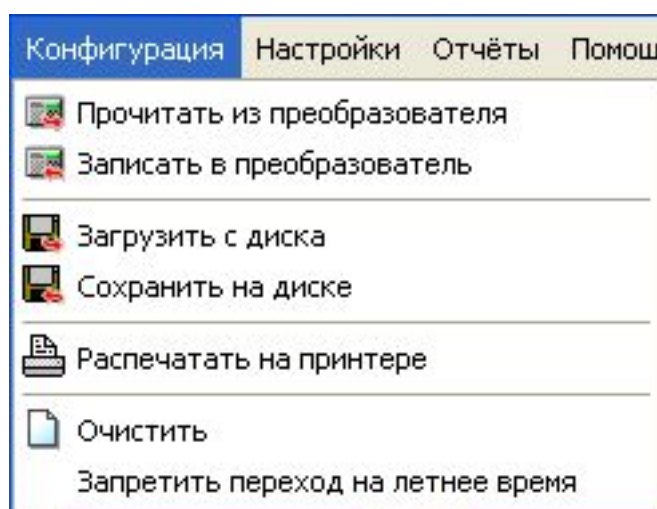

Рис. 3.13: Меню «Конфигурация»
1. В меню «Конфигурация» выбрать пункт «Запретить переход на летнее/зимнее время» см. рис. 3.13